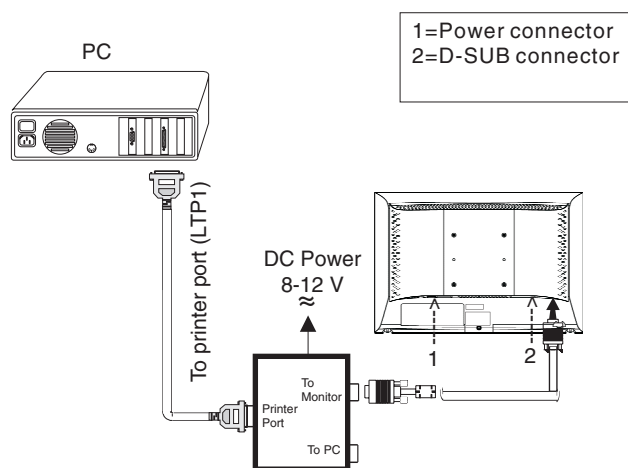

Fig. 4
- Passo 2: Conecte o cabo da impressora e o cabo de vídeo do monitor como na fig. 4.